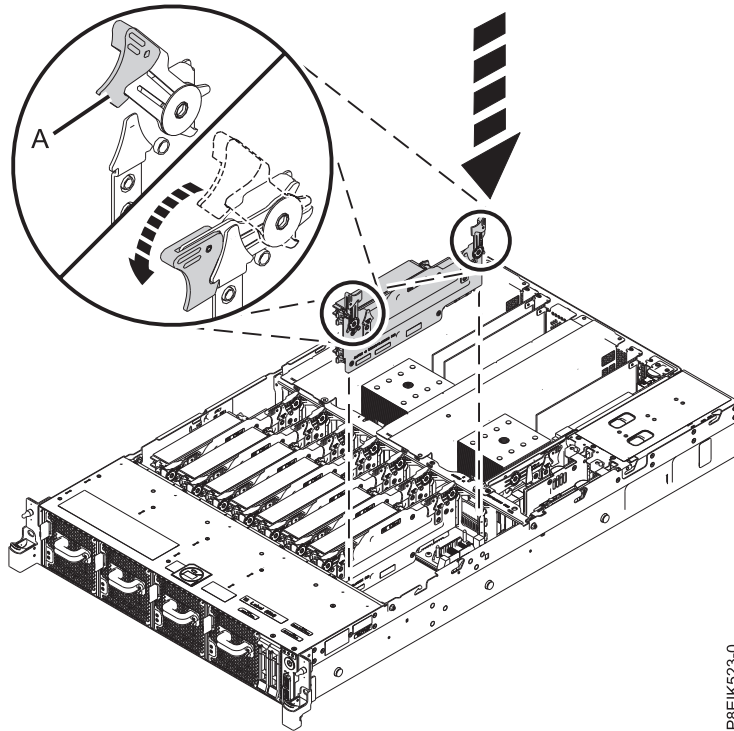

Figura 91. Sustitución de una tarjeta de expansión de memoria en el sistema
- a. Asegúrese de que los pestillos de liberación estén abiertos formando ángulo de 60 grados tal como se muestra en la Figura 91 en la página 77.
- d. Presione los mecanismos de cierre para que queden cerrados. Consulte (A) en la Figura 91 en la página 77.